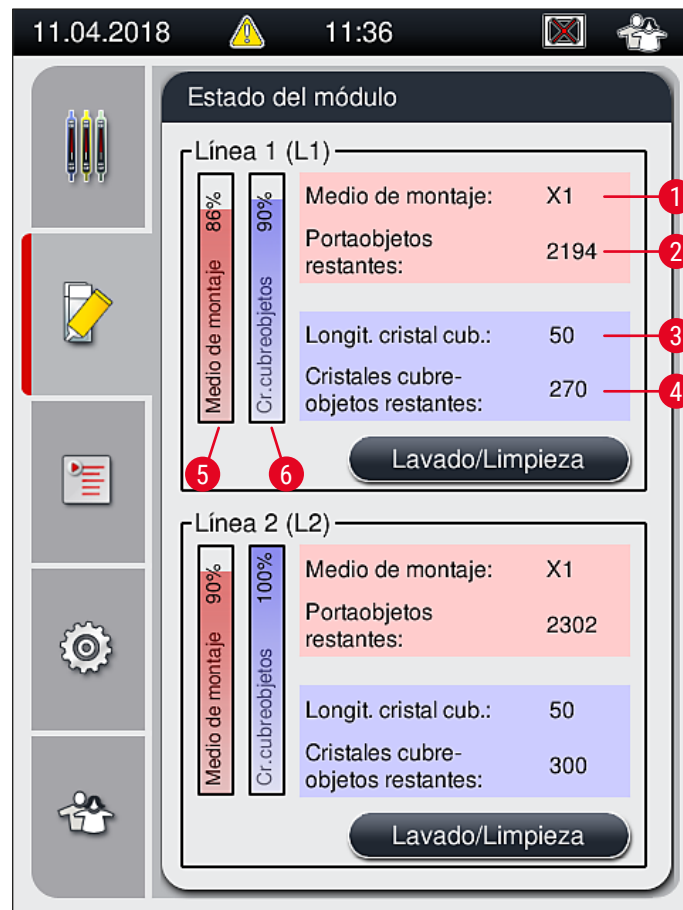

Fig. 22
7. El software del instrumento detecta las botellas de medio de montaje insertadas y se actualiza el **Estado del módulo** (→ Fig. 22).